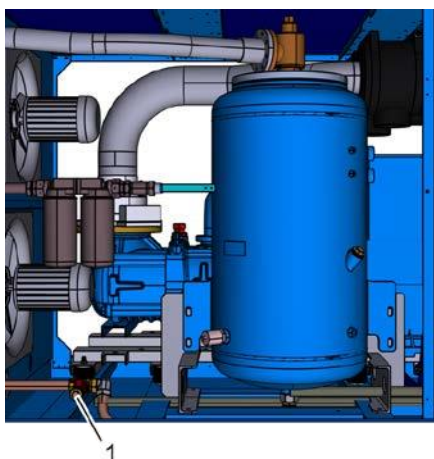

Рис. 41: Отверстие для слива охлаждающей жидкости
6. Откройте отверстие для слива охлаждающей жидкости (Рис. 41/1).
7. Закройте отверстие для слива охлаждающей жидкости (Рис. 41/1).